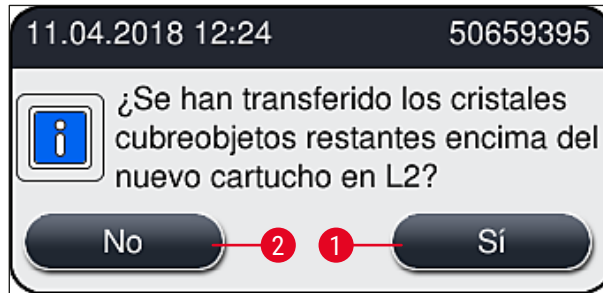

Fig. 63
8. Después de cerrar la cubierta, se pregunta al usuario si ha insertado los cristales cubreobjetos restantes en el nuevo cartucho de cristales cubreobjetos (→ Fig. 63). Si es así, confirme el mensaje de información con **Sí** (→ Fig. 63-1). Si no ha insertado ningún cristal cubreobjetos, confirme el mensaje de información con **No** (→ Fig. 63-2).